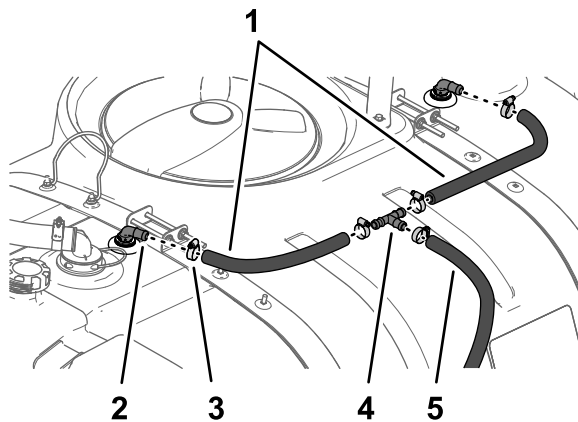

図 27
1. ホース 1.9 x 61cm 2 本とホースクランプ 2 個を、それぞれのすすぎノズルアセンブリの 90° フィッティングに組み付けてクランプを手締めする 図 27。
2. 図 27 のように、ホースクランプ 2 個を使用してホース 1.9 x 61cm のもう一方の端部を T 字フィッティングに仮止めする。
3. 図 27 に示すように、ホースクランプ 1 個を使用してホース 1.9 x 180cm を T 字フィッティングに取り付ける。
1. すすぎタンク底部のホース53.3cmを、車両中心線側にあるポンプ用バーブ付きストレートフィッティングに組み付け、クランプを手締めする 図 27。